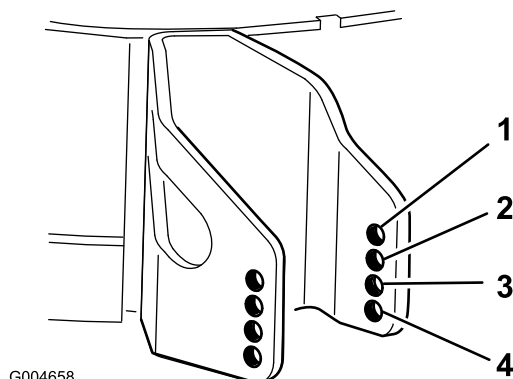

Figure 27
4. Choisissez le trou qui convient pour que le galet anti-scalp se trouve le plus près possible de la hauteur de coupe correspondante voulue (Figure 27).